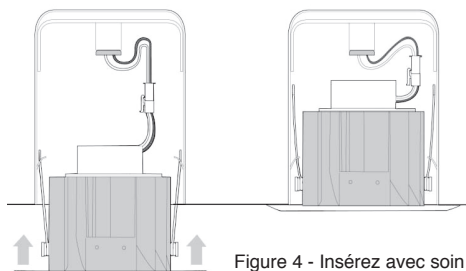

Figure 4 - Insérez avec soin le module dans le boîtier encastré.
6. Acheminez avec soin les fils dans la lampe et enfoncez le module jusqu'à ce qu'il affleure la surface du plafond (de la manière illustrée à la Figure 4).